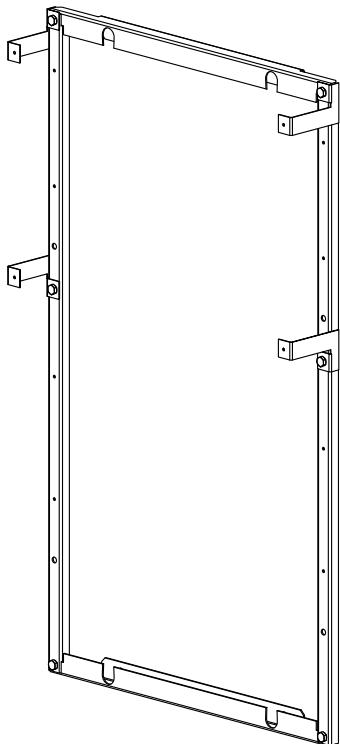

Рисунок 1
2.1 Открутите гайки M6 при помощи торцевого ключа и извлеките раму из корпуса (рисунок 1). Гайки сохранить для установки рамы в сборе с электрооборудованием.